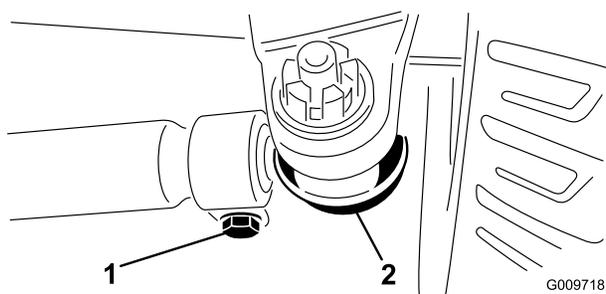

Figure 68
2. Pour le régler, retirez la goupille fendue et l'écrou de la rotule de biellette. Retirez la rotule de biellette du support du corps d'essieu (Figure 68).
3. Desserrez les fixations aux deux extrémités des biellettes (Figure 68).